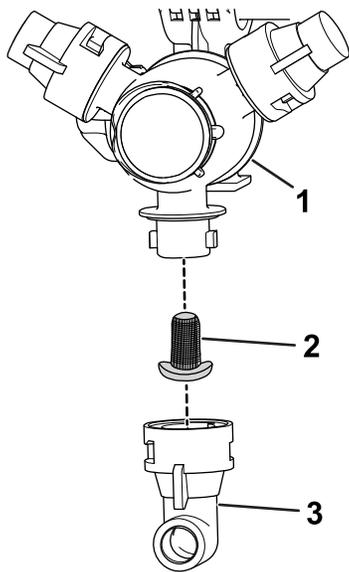

図 16
2. タレットからノズルを外す 図 16。
3. ノズルフィルタを取り外す 図 16。
5. ノズルフィルタを取り付ける 図 16。
6. タレットにノズルを取り付ける 図 16。